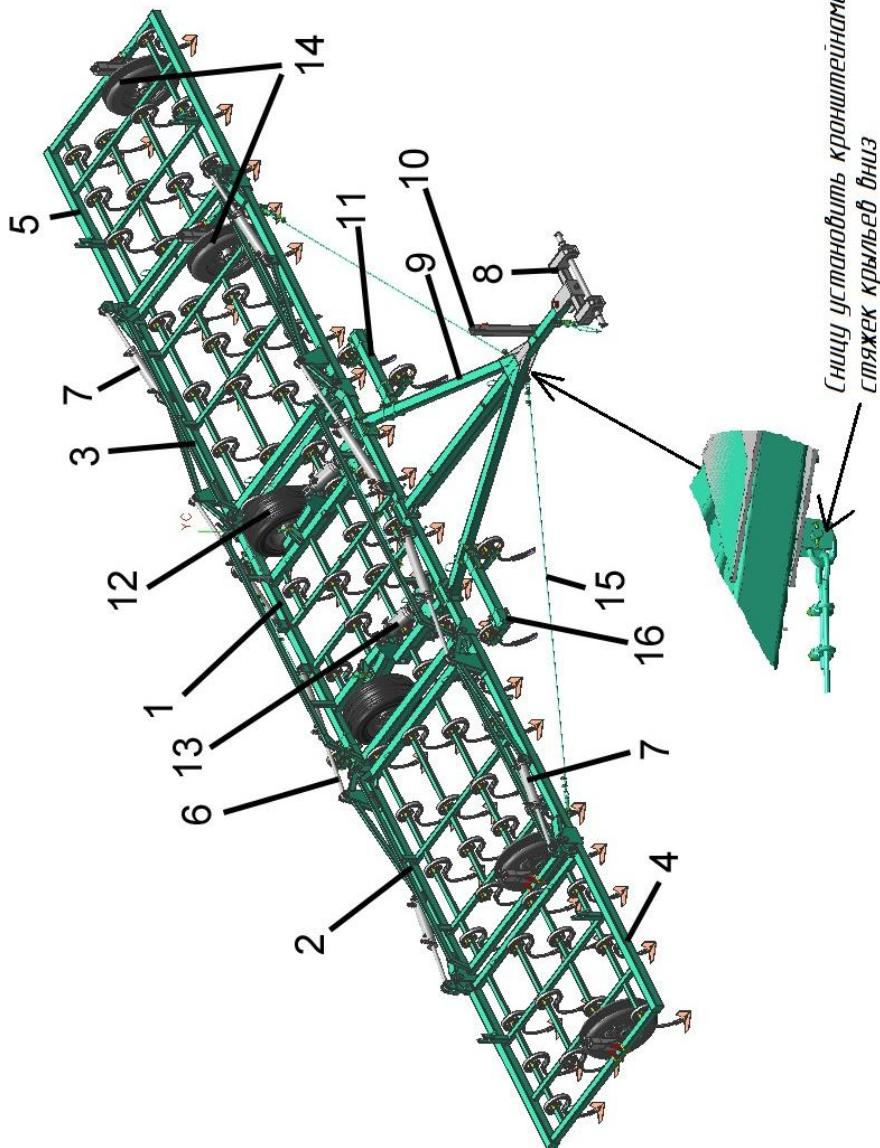
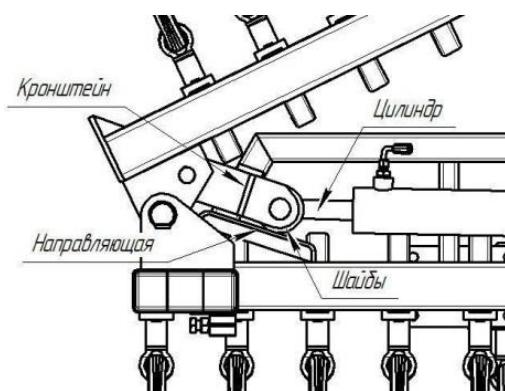

Рисунок 1 – Общий культиватора в рабочем положении
Рисунок 14
3.1 Культиватор КПМ-12 представляет собой полунавесную машину, состоящую (рисунок 1) из центральной секции 1, прицепного устройства 9, двух крыльев 2 и 3, правого и левого открылок 4 и 5, опорных колёс 12, копирующих колёс 14, следорыхлителей 16 и гидросистемы.
4.4 Перевод в рабочее положение (см. рис.1 и рис.14):
**!При переводе культиватора из транспортного положения в рабочее, для плавного открытия крыла (открылка), убедитесь в том, что шайбы кронштейна лежат на наклонной поверхности направляющей (см. рис.14)!**